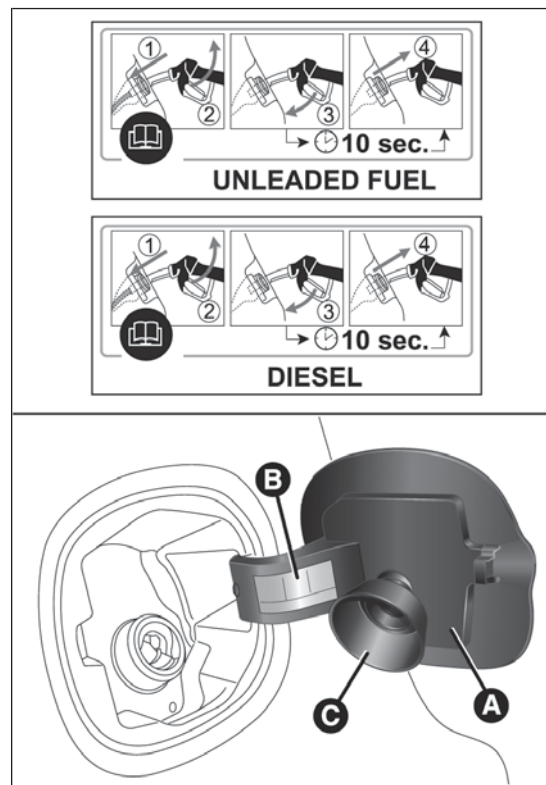

fig. 127
La procedura di rifornimento di seguito descritta è illustrata sulla targhetta B fig. 127 ubicata all'interno dello sportello combustibile. Sulla targhetta è inoltre riportato il tipo di combustibile (UNLEADED FUEL=benzina, DIESEL=gasolio).
- ☐ aprire lo sportello A fig. 127 tirandolo verso l'esterno;
Lo sportello A fig. 127 è provvisto di una cuffia parapolvere C che, a sportello chiuso, impedisce il deposito di impurità e polvere all'estremità del bocchettone.